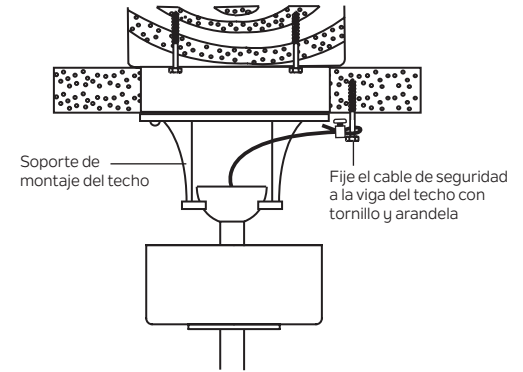

Figura 11
Paso 1. Fije el tornillo para madera y las arandelas a la viga del techo junto al soporte de montaje, pero no los apriete. (Figura 11)